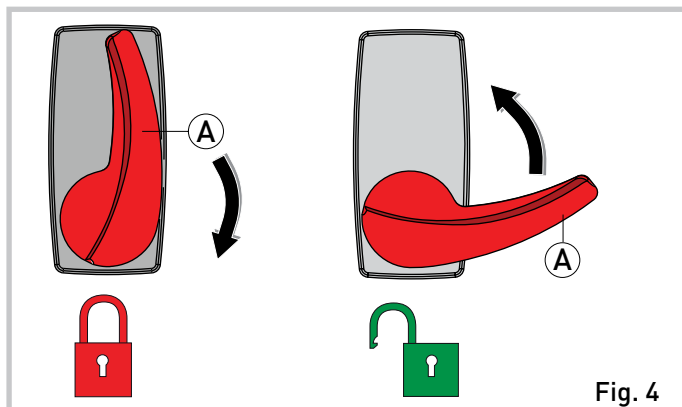

Fig. 4
2. OPERAZIONE DI BLOCCO/SBLOCCO (Fig. 4)
2. UNLOCKING/LOCKING OPERATION (Fig. 4)
2. OPERATION POUR DEVERROUILLER / VERROUILLER (Fig. 4)
2. VERRIEGELN UND ENTRIEGELN (Abb. 4)